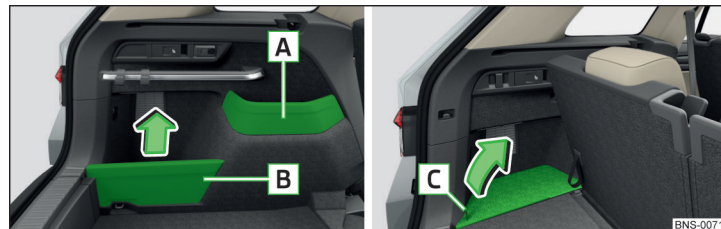

Fig. 152 Retirar los depósitos laterales / Abrir el compartimento lateral
El compartimento guardaoobjetos instalado fijamente **A** está previsto para guardar objetos pequeños de hasta 1,5 kg de peso total » fig. 152.
- Retirar la cubierta del compartimento guardaoobjetos **B** en el sentido de la flecha » fig. 152.
- Para **abrir** tirar el lazo **C** en el sentido de la flecha » fig. 152.